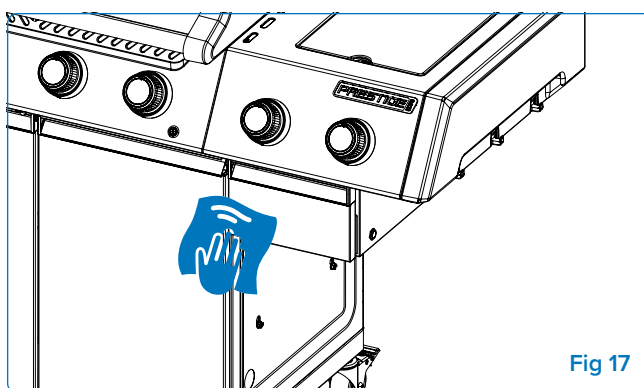

Fig. 17
7. **Aftør røgboksen** – Rengør indvendige og udvendige overflader med en 50/50 blanding af varmt vand og æblecidereddike ved hjælp af en svamp. Dette opløser kreosot. Brug en metalbørste eller en slibesvamp til genstridige belægninger. Undgå overskydende fugt nær elektriske dele (**Fig. 17**).